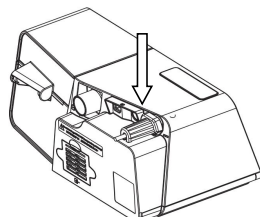

Abb. 12-7
- (4) Drücken Sie die Netzteilverriegelung nach unten, um das Netzkabel im Anschluss zu sichern siehe Abb. 12-7.